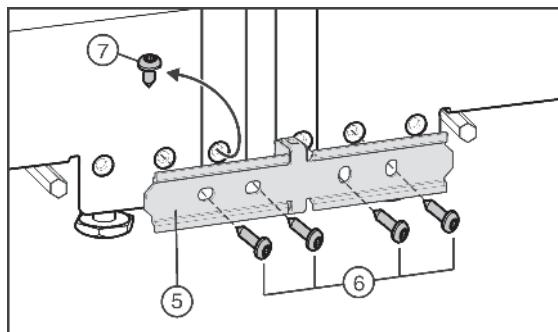

Fig. 6
- Если ваше устройство оснащено предварительно смонтированным винтом Fig. 6 (7): Выкрутите винт.
- Установите соединительный лист Fig. 6 (5) и закрепите его на одном устройстве с помощью двух винтов Fig. 6 (6).